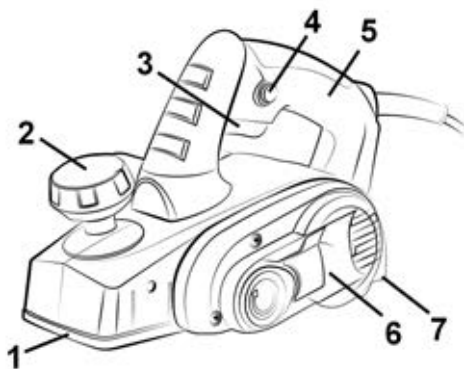

Рисунок 1
Для включения изделия нажмите на клавишу выключателя (3) (рисунок 1). Для отключения изделия следует клавишу отпустить.